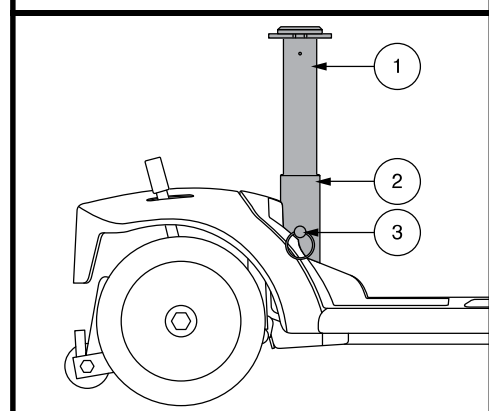

Figura 26. Regolazione dell'altezza del sedile
È possibile posizionare il sedile ad altezze differenti. **Vedere figura 26.**
2. Rimuovere il montante della sella dal Travel Scooter staccando il perno di fermo dalla parte inferiore del reggisella, poi sollevare il montante ed estrarlo dal Travel Scooter. **Vedere figura 26.**